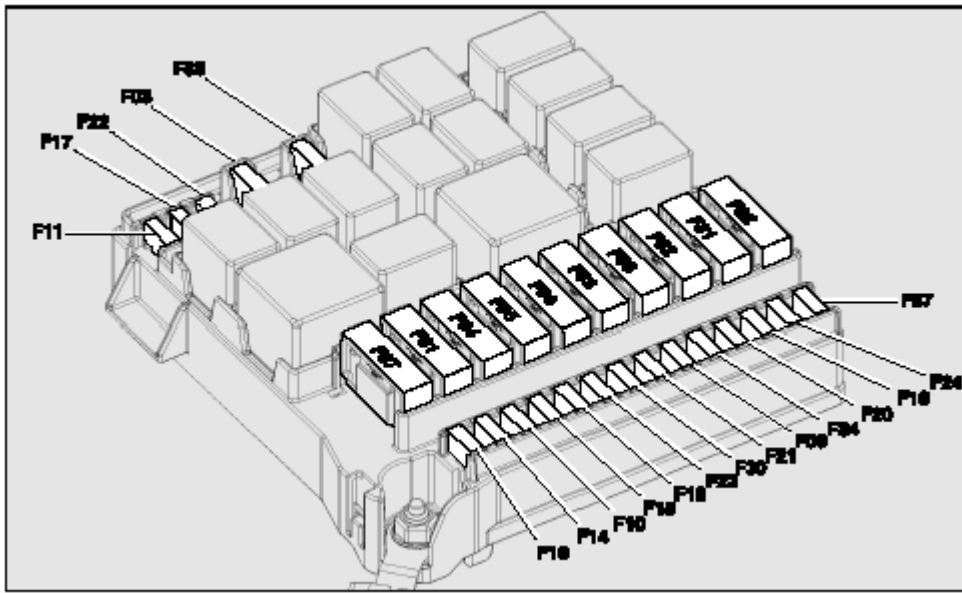

рис. 50
- Каким образом блок управления предохранителей **рис. 50** доступен